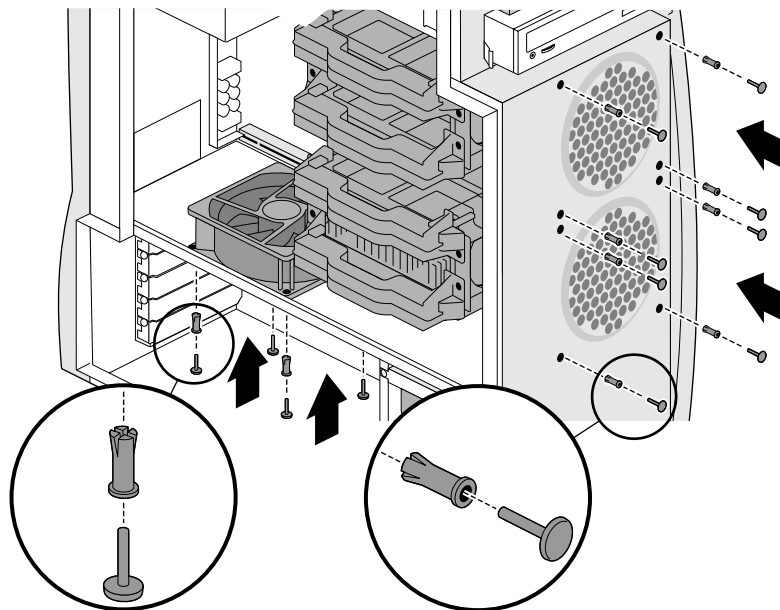

図 7-14 ファンと押しピンの取り付け
4. 新しいファンに付属している押しピンを使用します。パイプ型の押しピンケースをファンに差し込みます (図 7-14)。